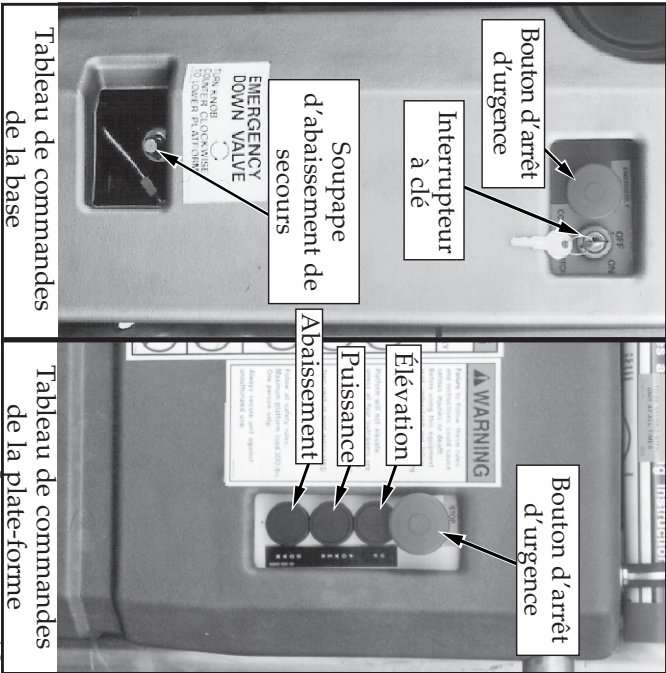

Figure 2 : Tableaux de commandes 10
3. Au tableau de commande situé du côté gauche du mât (figure 2), tourner la clé de l'interrupteur à la position « ON ».
4. Toujours du côté gauche du mât (figure 2), tirer sur le bouton d'arrêt d'urgence inférieur pour le régler à la position « ON ». En cas d'urgence, rentrer le bouton pour couper le courant à l'ensemble des commandes.
8. Au tableau de commandes de la plate-forme (figure 2), tirer sur le bouton d'arrêt d'urgence. En cas d'urgence, rentrer le bouton pour couper le courant à l'ensemble des commandes.
9. Pour élever la plate-forme, pousser simultanément sur le bouton de puissance « POWER » et le bouton d'élévation « UP » du boîtier de commande (figure 2). Pour arrêter la plate-forme, relâcher les boutons.
3. Gire la llave de partida. El interruptor de partida está a la izquierda del mástil (fig. 2).
4. Tire el botón de parada de emergencia inferior, a la izquierda del mástil (fig. 2), para accionar el interruptor de partida. En caso de emergencia, empuje el botón para interrumpir la corriente a todos los controles.
8. Tire el botón de parada de emergencia, ubicado en el panel de la plataforma (fig. 2). En caso de emergencia, empuje el botón para interrumpir la corriente a todos los controles.
9. Empuje los botones medio y superior (potencia y subir), en la caja de control (fig. 2), simultáneamente para levantar la plataforma. Suelte los botones para detenerla.